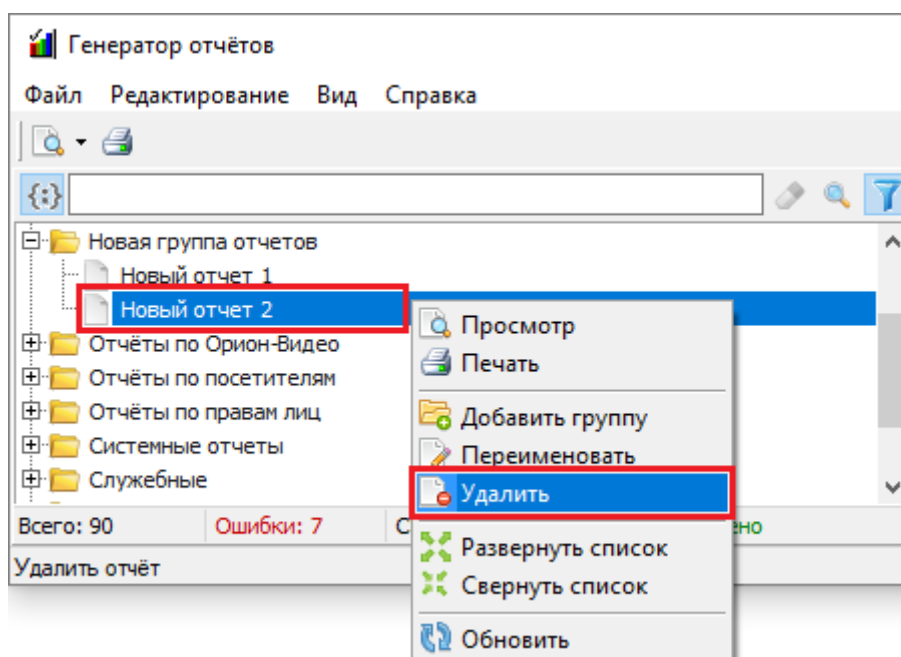

Рисунок 10-301 Удаление отчета через контекстное меню списка отчетов
- выберите в контекстном меню списка отчетов (см. п. 10.5.3.2.2) пункт « Удалить» (см. Рисунок 10-301),